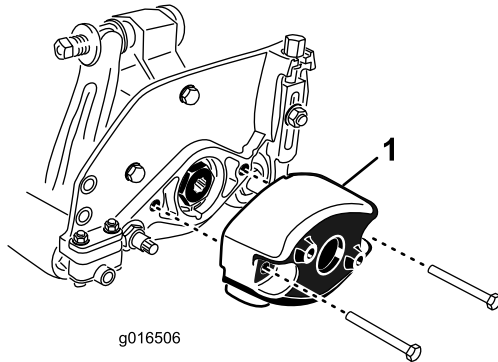

Bild 9
- Nehmen Sie die zwei Schrauben ab, mit denen das Gegengewicht links hinten an der Schneideinheit befestigt ist. Nehmen Sie das Gegengewicht ab (Bild 9).
- Schmieren Sie rechts hinten an der Schneideinheit etwas Öl auf den O-Ring und befestigen Sie das Gegengewicht mit den vorher entfernten Schrauben (Bild 9). Ziehen Sie die Schrauben mit 16 bis 20 Nm an.